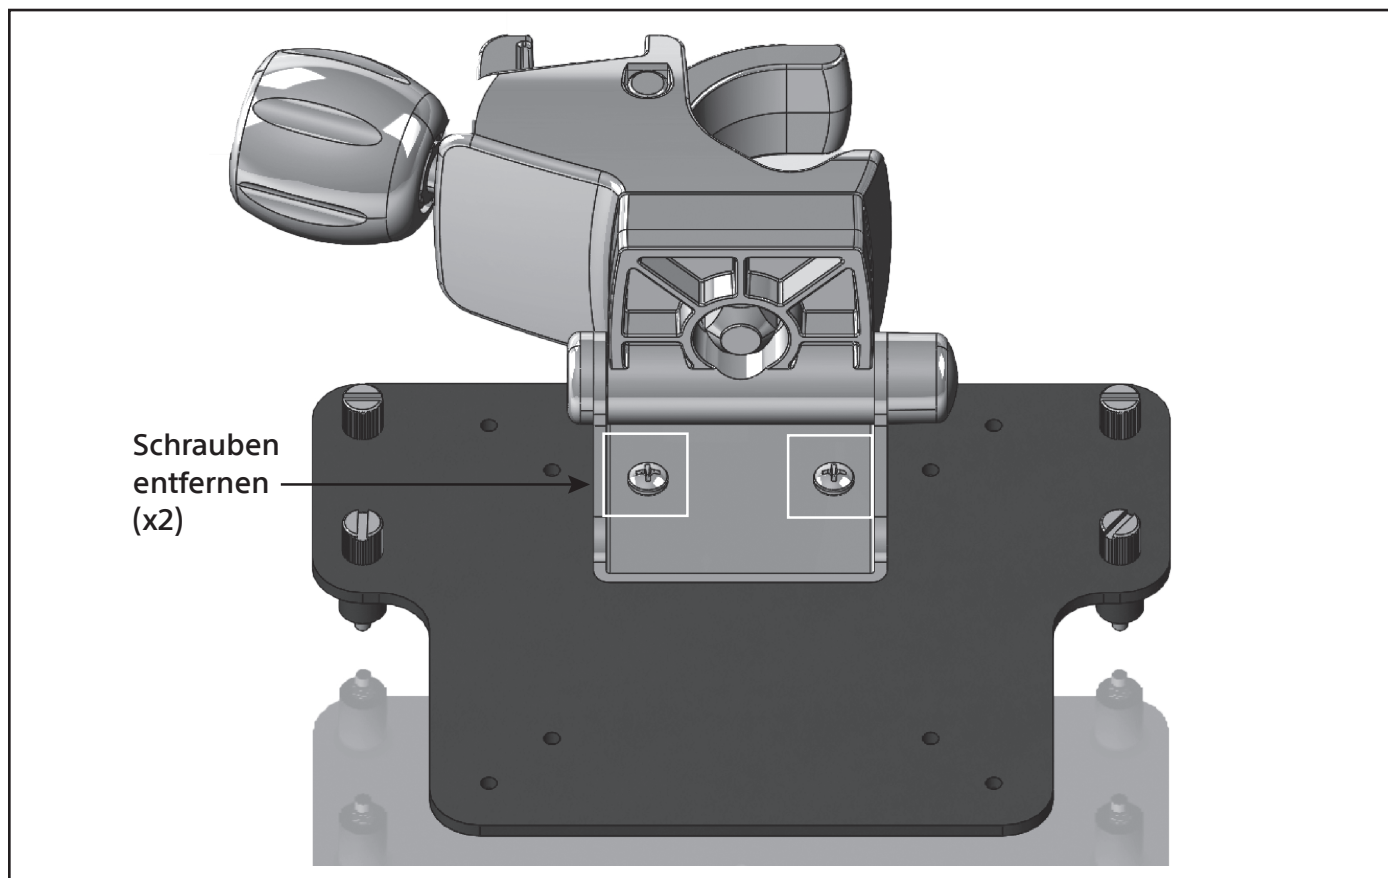

Abbildung 18: Schrauben entfernen
3. Entfernen Sie die in Abbildung 18 gezeigten Schrauben mit einem Kreuzschlitzschraubendreher Nr. 2.